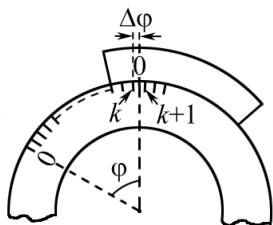

Рис. 5
Отсчет измеряемого угла ведется следующим образом. Допустим, начальное положение какого-либо прибора (например, зрительной трубы спектроскопа), связанного с механизмом, поворачивающим нониус, соответствует совпадению нуля нониуса с нулем лимба. При повороте этого прибора на угол φ (рис. 5) ноль нониуса оказывался между k и $(k + 1)$ делениями лимба, а n -е деление нониуса совпало с каким-либо делением лимба; в соответствии с уравнением (3) угол поворота